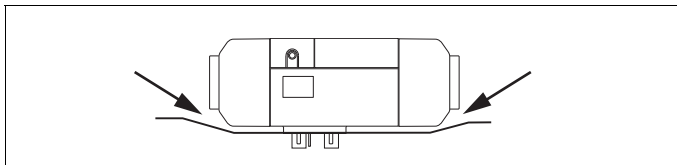

bild 7 Se till att den löper fritt!
- ▶ Se till att värmarens hus inte vidrör något ställe i sin monteringsposition (se bild 7).
se bild 3 och bild 7